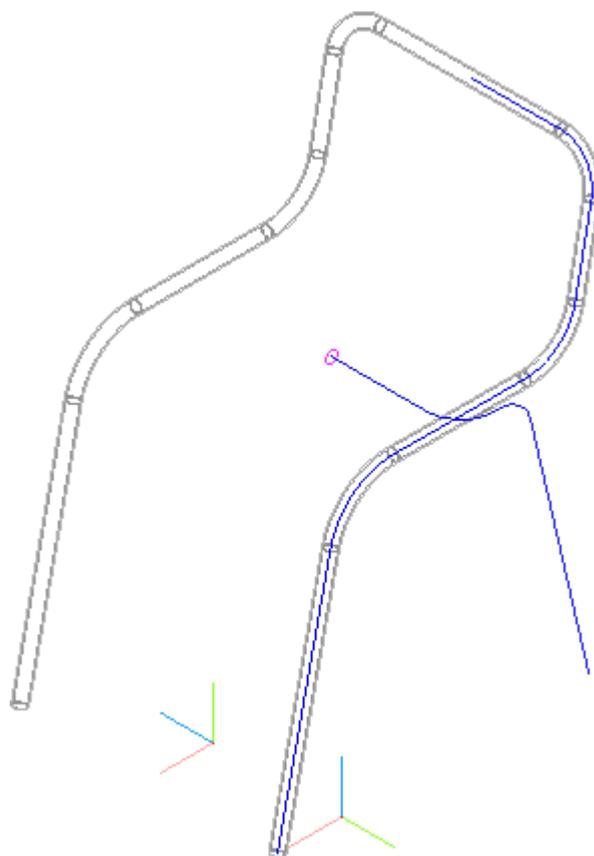

Рисунок 55
- Нажмите кнопку Создать объект  — будет построена пространственная ломаная (рис. 55).